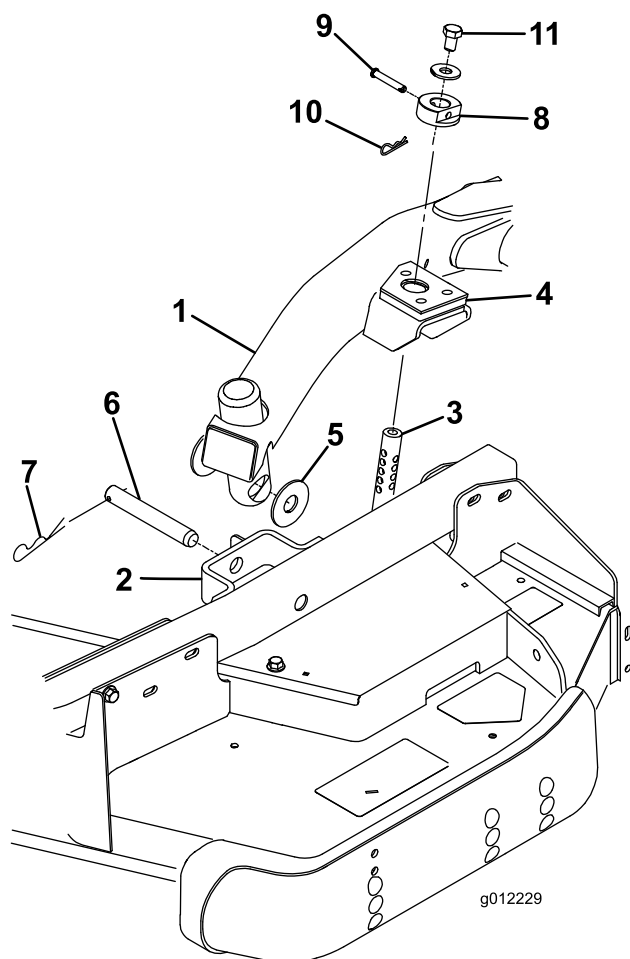

Figura 3
2. Portate la leva di sollevamento in posizione Float. Spingete verso il basso un braccio di sollevamento fino a quando i suoi fori non si trovano allineati ai fori della staffa del braccio della ruota orientabile e l'asta dell'altezza di taglio può essere inserita nei pattini del braccio di sollevamento (Figura 3).
3. Fissate il braccio di sollevamento al braccio della ruota orientabile con (2) rondelle di spinta, un perno con testa e una coppiglia. Posizionate le rondelle di spinta tra il braccio di sollevamento e la staffa del braccio della ruota orientabile (Figura 3). Inserite l'estremità della coppiglia nell'apposito intaglio di ritegno presente sulla linguetta del braccio della ruota orientabile.
7. Montate i collari dell'altezza di taglio sulle aste dell'altezza di taglio e fissateli con dei perni con testa e delle coppiglie (Figura 3). La testa del perno
- Montate un bullone (1/2 x 3/4 poll.) e una rondella sulla sommità di ogni asta dell'albero di taglio (Figura 3).